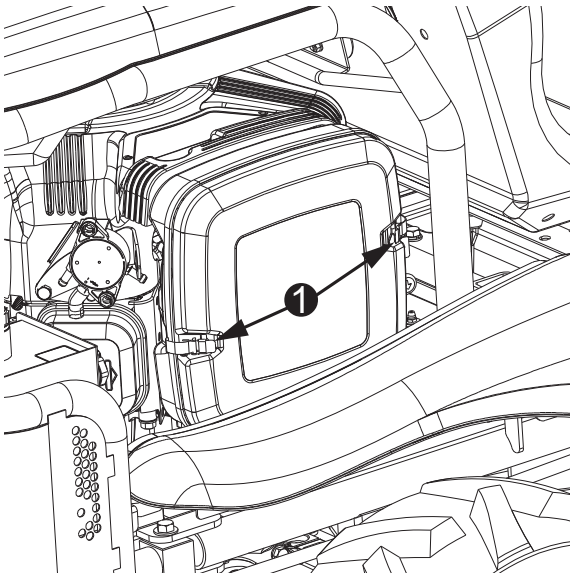

Abb. 26
1. Die Schnellverschlüsse Pos. 1 Abb. 26 & 27 an den Seiten der Abdeckung lösen und die Abdeckung entfernen.
2. Lösen und entfernen Sie die Verschlussmutter Pos. 5 Abb. 26.